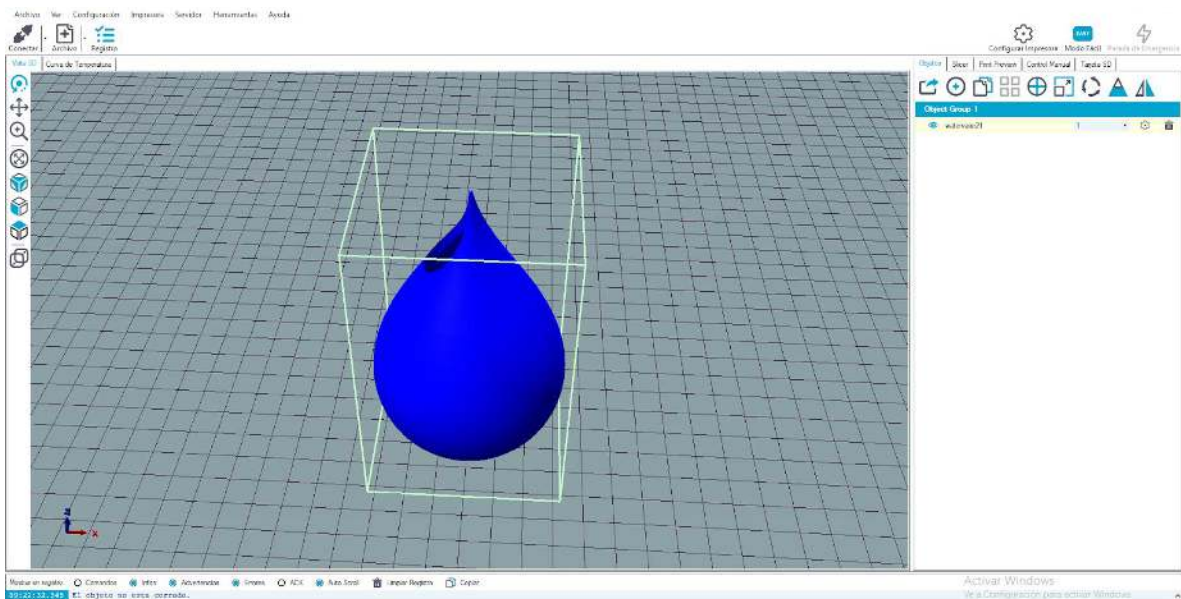

Figura 29. Modelo en pestaña objeto.
2. Descargamos aquí nuestro modelo y luego lo abrimos en el software, ya sea arrastrándolo o usando la opción “añadir objeto” en la pestaña “Objetos” (Ver figura 29), y cuando esté cargado pasamos a la pestaña Slic3r.